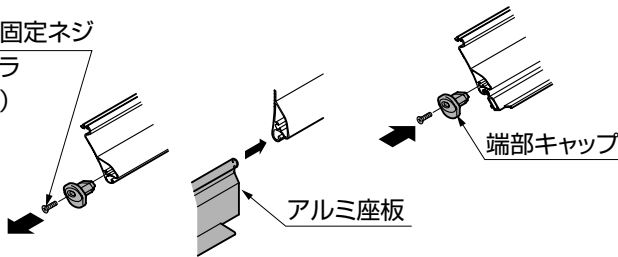

図6-3
①コンビ下部アルミスラットの最下段の「端部キャップ固定ネジ」を外して、端部キャップを取外してください。(図6-3参照)
②アルミ座板を差込んでください。
③確実に差込んだ後、①で取外した端部キャップを取付けてください。